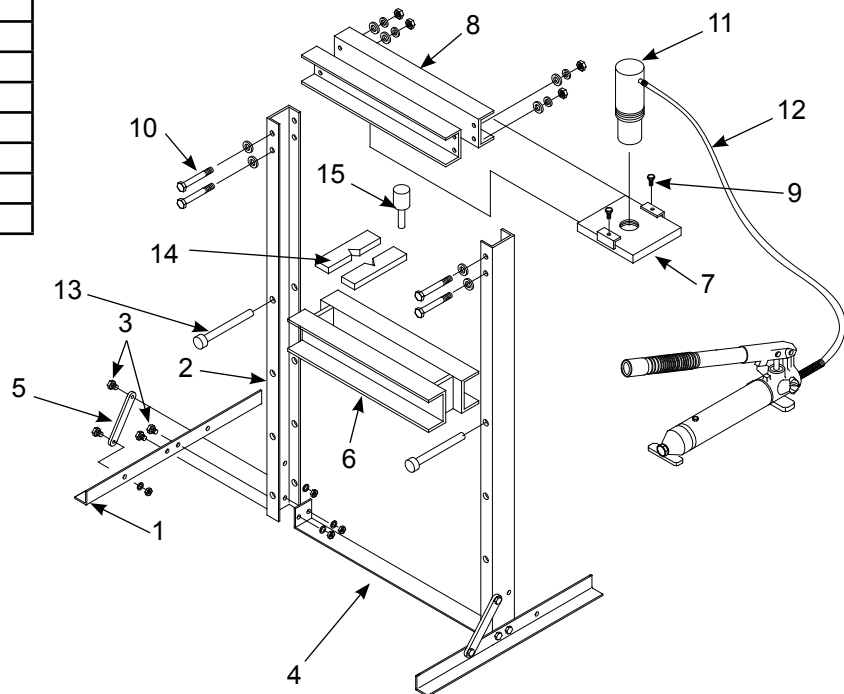

Figura 6: Ilustración de ensamblaje para el modelo 65123
**Modelo 65123:** (Consulte la Figura 6).
1. Instale las patas de la base (1) y el travesaño inferior (4) en los canales rectos (2) con pernos, arandelas de seguridad y tuercas (3). Apriete a mano únicamente.
2. Instale los enlaces de soporte (5) en la base (1) y los canales rectos (2) con pernos, arandelas de seguridad y tuercas (3).
3. Deslice cuidadosamente la bancada (6) hacia abajo hasta la posición más baja posible entre los canales rectos (2).
4. Deslice la placa superior (7) hasta introducirla en los travesaños superiores (8). Luego, fíjela con pernos (9).
5. Instale el conjunto de travesaños superiores (8) en los canales rectos (2) con pernos, arandelas planas, arandelas de seguridad y tuercas (10).
6. Enrosque el ariete (11) en la placa superior (7) de los travesaños superiores (8).
8. Conecte el extremo del acoplador macho de la manguera hidráulica (12) en el acoplador hembra del ariete (11) para completar las conexiones.
9. Levante la bancada (6) y fíjela con pasadores (13).